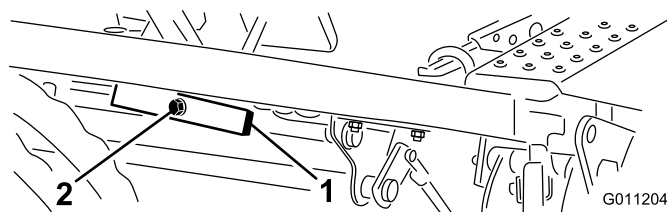

Figura 43
1. Allentate il dado sul lato posteriore del perno girevole (Figura 43).
2. Girate la vite eccentrica (Figura 43) per sollevare o abbassare la molla del perno di sollevamento, allineando il perno e i pedali.